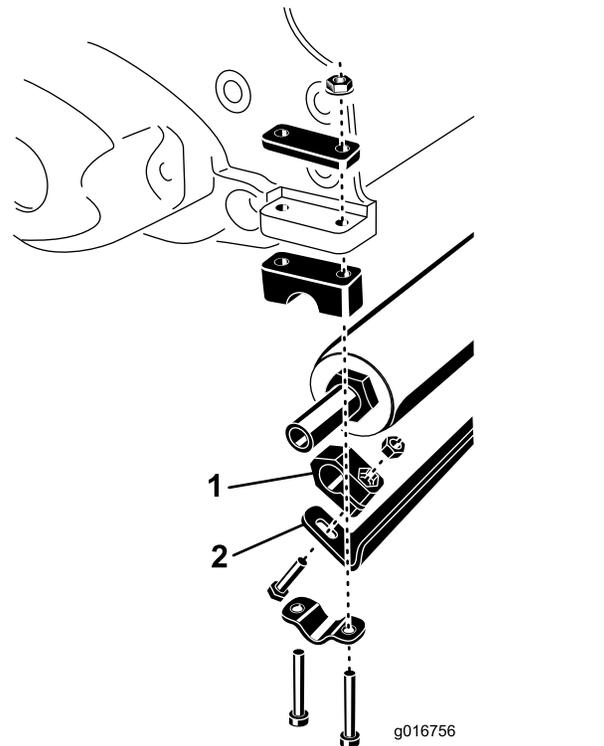

Bild 2
3. Befestigen Sie den Rollenabstreifer lose mit einem Klemmblock, einer Kopfschraube und Mutter an jedem Ende der Rolle. Positionieren Sie die Teile, wie in Bild 2 abgebildet.
4. Befestigen Sie die Rolle lose mit den vorher entfernten Kopfschrauben, Klemmen und Muttern an der Schneideinheit (Bild 2).
5. Zentrieren Sie die Rolle an der Schneideinheit und ziehen Sie die Kopfschrauben und Muttern der Rollenklemme an (Bild 2).